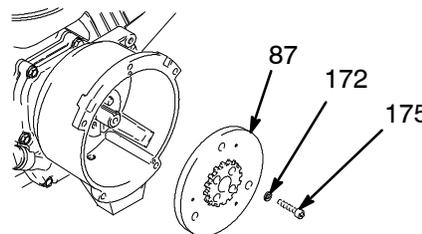

Fig. 7
9. Fig. 7. Utilize uma chave de percussão ou algo que sirva de cunha entre o induzido da embraiagem (87) e o cárter da embraiagem, para que o veio do motor fique seguro durante a remoção.
10. Retire os quatro parafusos (175) e as anilhas de segurança (172).
11. Retire o induzido (87).